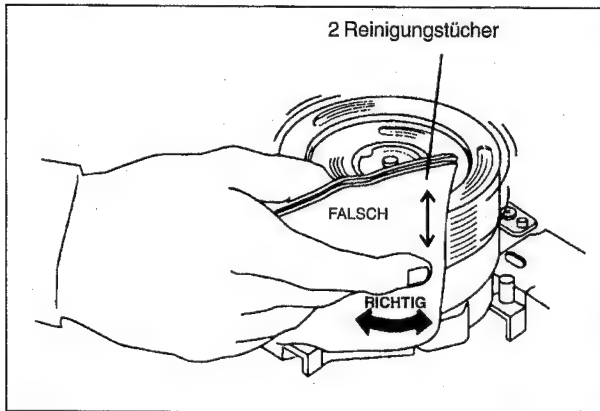

Abb. M1
3. Drehende Köpfe vorsichtig mit 2 nicht fuselnden Reinigungstüchern mit etwas Isopropanol zu 91% abwischen (siehe Abb. M1).